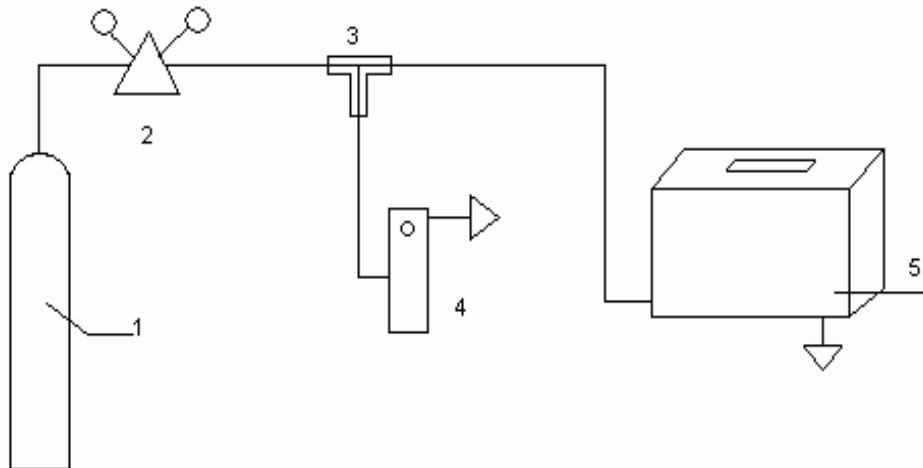
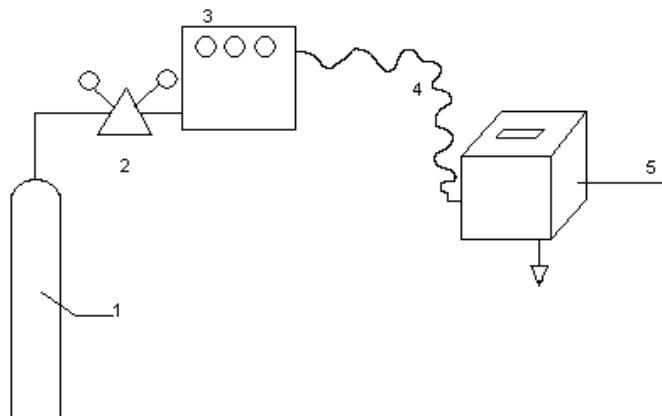

Рис. 1. Схема газовая принципиальная установки для проверки переносных ГС «КОМЕТА-М» серии ИГС-98 от баллонов со сжатыми газовыми смесями ПГС.
Рис. 2. Схема газовая принципиальная установки для проверки ГС «КОМЕТА-М» серии ИГС-98 от генератора газа.
Расположение кнопок на панели управления изображено на рис. 1 и рис. 2. Руководства по эксплуатации (в связи с совершенствованием приборов расположение кнопок может меняться).
3.2.1. Проверку ГС на чувствительность к таким газам, как O_2 , CO , CO_2 , H_2 , CH_4 , C_3H_8 , NO производят на установке, представленной на рис. 1, с использованием сжатых аттестованных пневмогазовых смесей (ПГС-ГСО) в баллонах.
После срабатывания звуковой и световой сигнализации, при повышении концентрации выше пороговой, загорается красный светодиод под названием того измеряемого газа на цифровом индикаторе, по которому производится проверка. При снижении концентрации ниже пороговой звуковая сигнализация автоматически не выключается. Это сделано с целью побуждения ответной реакции оператора на аварийные сигналы прибора. Выключение сигнализации производится вручную нажатием кнопки «ВЫКЛ. СИРЕНЫ» на передней панели ГС (см. рис. 1 в РЭ).
динамических установок типа «Микрогаз-Ф». Принцип работы этого генератора газовых смесей основан на введении в газовый тракт генератора источника микропотока (ИМП), представляющего собой фторопластовую ампулу с жидким веществом. Концентрация газа на выходе генератора определяется производительностью вещества за счет диффузии через стенки фторопластовой ампулы (берется из паспорта на ИМП) и расходом газа-разбавителя. Для работы собирают установку по схеме на рис. 2.